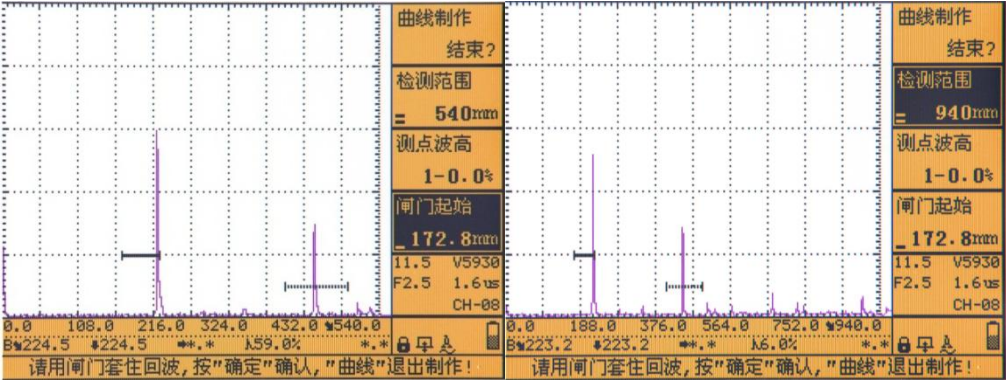

图 6.40 图 6.41
- 2、选择“AVG”主菜单，选择“曲线制作”子菜单，单击【确认】键或飞轮，开始 AVG 制作，“曲线制作”子菜单中的“开始”变为“结束？”。仪器自动选择“闸门起始”子菜单，且“测点波高”由“1-*.**”变为“1-0.0%”。如图 6.40 所示。本例中制作的是 3 点 AVG 曲线，因此需要调整检测范围，使得屏幕显示出大平底的第三次底面回波，范围调整的结果如图 6.41 所示。